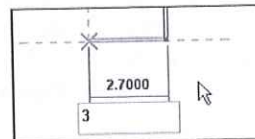

Figura 5.8 – Definição da medida da parede.
- Em seguida, marque na tela gráfica o ponto inicial da parede e depois o ponto final. Note que dimensões e ângulos provisórios são exibidos ao iniciar o desenho da parede. Para definir a medida exata do sentido da linha da parede, digite o valor, e ele será inserido em uma caixa de texto, como na Figura 5.8.